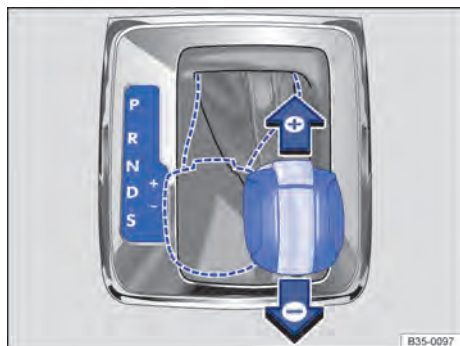

Fig. 147 Alavanca seletora na posição Tiptronic (veículos com direção à esquerda). Veículos com direção à direita são espelhados.
- Mover a alavanca seletora para frente $\oplus$ ou para trás $\ominus$ para aumentar ou diminuir a marcha $\Rightarrow$ Fig. 147.